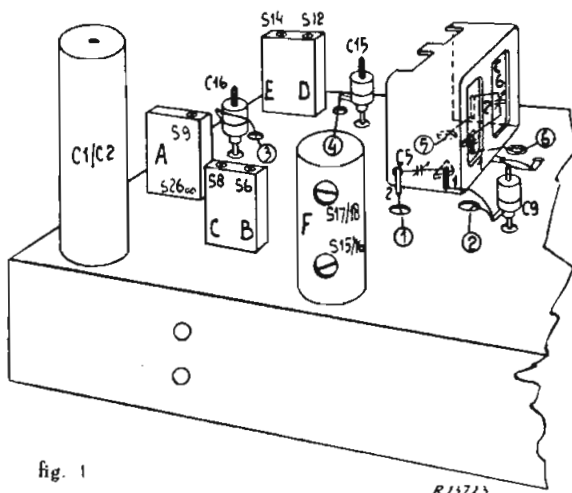

fig. 1
1. De zesvoudige spoelbus is vervangen door drie tweevoudige spoelbussen, met onderstaande codenummers. Zie fig. 1 en 2.